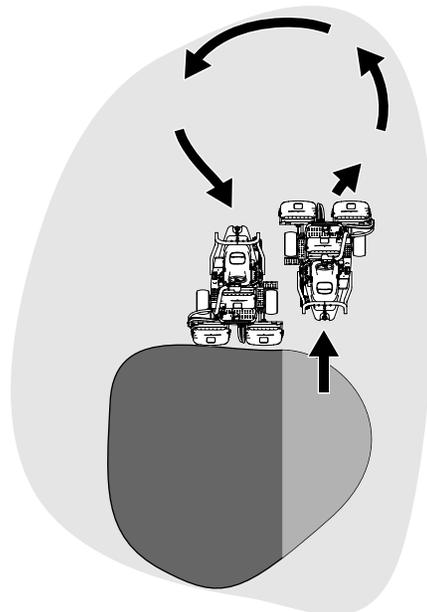

図 22
6. Uターンするとき、一旦反対側にハンドルを切ってから旋回すると、楽に、しかも効率良く回ることができます。例えば右に旋回したいときには、軽く左に振ってから右に回ると雨だれ形 図 22 の旋回になって次の列そろえが楽になります。